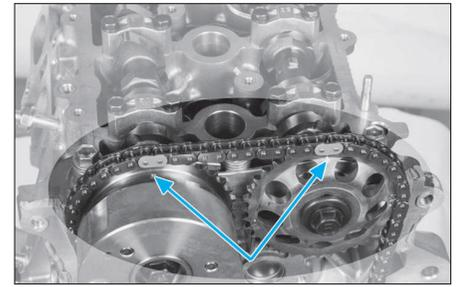

FIG. 33
• Poser la chaîne sur les roues dentées d'arbre à cames. Les maillons de couleurs orange doivent être alignés sur les repères des roues (Fig.33).